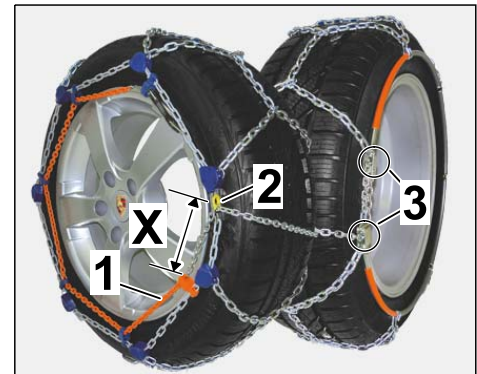

Figura 15
#### 2.4 Comprobar el montaje de la cadena anti-deslizante en la rueda (⇒ Figura 15)
- La zona marcada en rojo de la cadena tensora debe pasar completamente a través de la ranura de la placa de cierre. En función del tamaño del neumático, la distancia de la zona marcada en rojo hasta la ranura de la placa de cierre (medida X ⇒ Figura 15 -X-) puede variar.
- Posición del rodillo de reenvío/puntos de tensión (lado interior de la rueda ⇒ Figura 15 -4-): **NO** debe descansar en la banda de rodadura del neumático ni rozar la carretera.